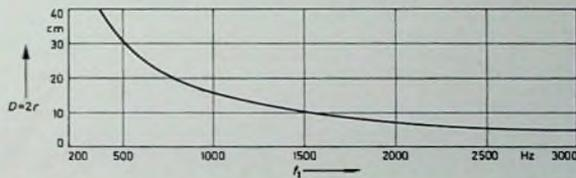

Bild 10. Erste Teilschwingungsresonanz f_1 als Funktion des Durchmessers $D = 2r$ von Konusmembranen aus geschältem Papier
Für Tieftonsysteme kann man allgemein fordern, daß ihre Membranen einen sehr großen Durchmesser haben sollen und daß ihre Schwingspulen große Amplituden zulassen. In der Praxis wird der Durchmesser der Baßlautsprecher durch die geometrischen Maße der Gehäuse begrenzt, und man wird nur selten über $2r = 20 \dots 30$ cm hinausgehen. Damit liegt auch ihre obere Frequenzgrenze nach Abschnitt 3.1. fest, nämlich 758 ... 505 Hz für die 1. Transversalschwingung nach Gl. (6). Aus Bild 10 kann man die 1. Teilschwingungsresonanz in Abhängigkeit vom Konusdurchmesser entnehmen. Durch Dämpfung der Membran läßt sich die Frequenzgrenze in gewissen Grenzen erhöhen.